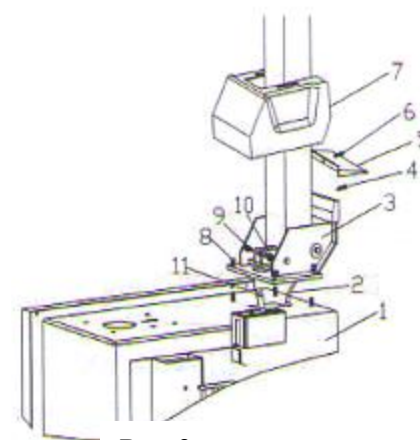

Рис.3
2) Установить колонну (принадлежности см. на чертежах детализовки) (3, рис. 3) в квадратное отверстие корпуса (1, рис. 3) станка с 4 винтами М12, пропустить воздушный шланг (2, рис. 3) через отверстие в колонне. Затянуть 4 контргайки (8, стр. 3).
3) Вставить винт (9, рис. 3) в отверстие колонны и соединить его со штоком цилиндра поворота колонны (11, рис. 3), затянуть соединение контргайкой (10, рис. 3).
4) Открутить два винта крепления левого кожуха и снять кожух, подключить шланг подачи воздуха (2, рис. 3) к 5-ходовому клапанному блоку. Зафиксировать кожух.
5) Установить пластиковый кожух (7, рис. 3) и закрепить его двумя болтами (4, рис. 3).
7) Установить задний пластиковый кожух (5, рис. 3) на колонну и закрепить его винтом (6, рис. 3).